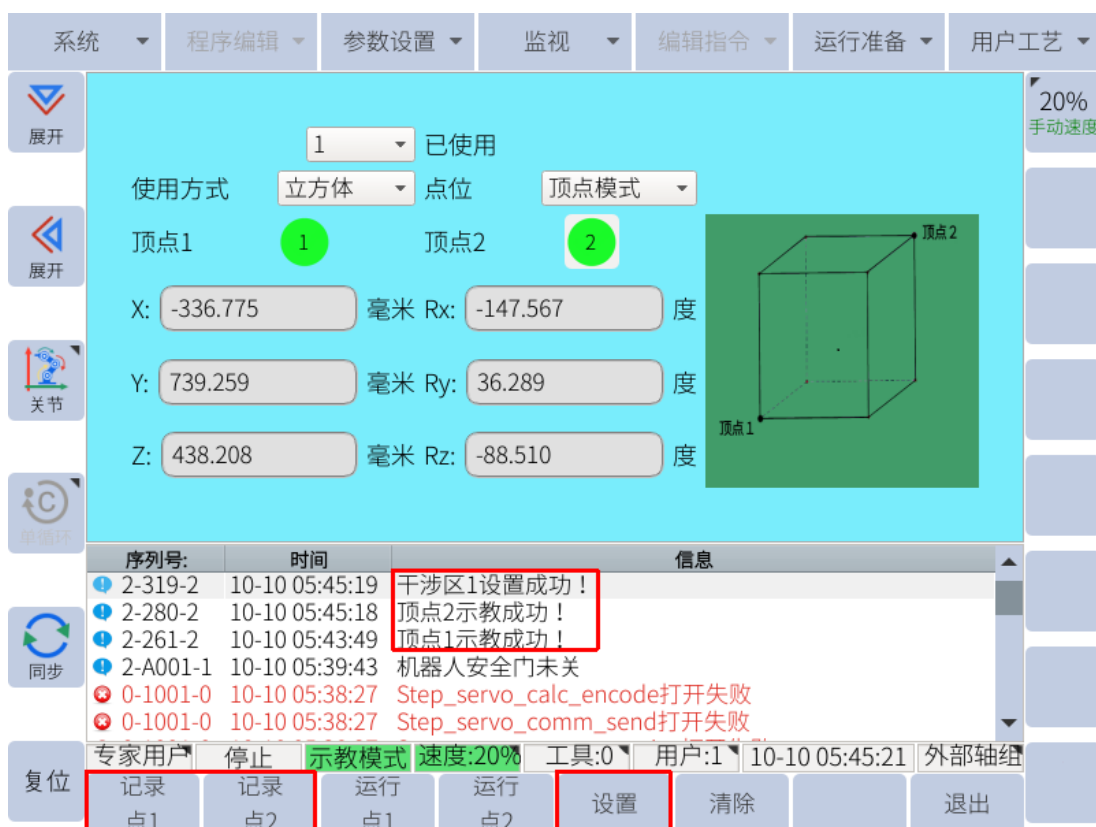

图 6-51：顶点模式
5. 点击子菜单栏的“设置”，干涉区即设置成功，如图 6-51 所示。